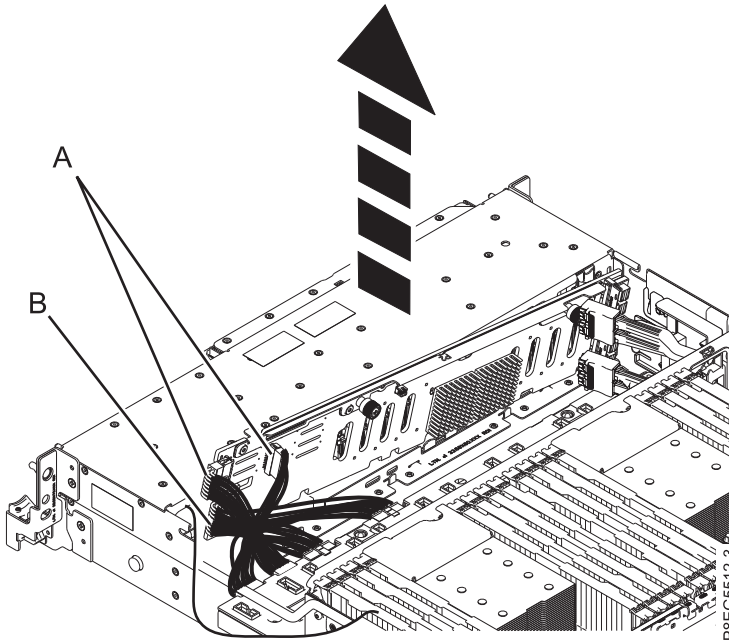

Figura 17. Desconexión de los cables de alimentación, señal y panel de control
9. Desconecte los cables de señal y de panel de control (**A**), y el cable de alimentación Y (**B**), de la placa posterior de la unidad de disco, como se muestra en la Figura 17 en la página 20.